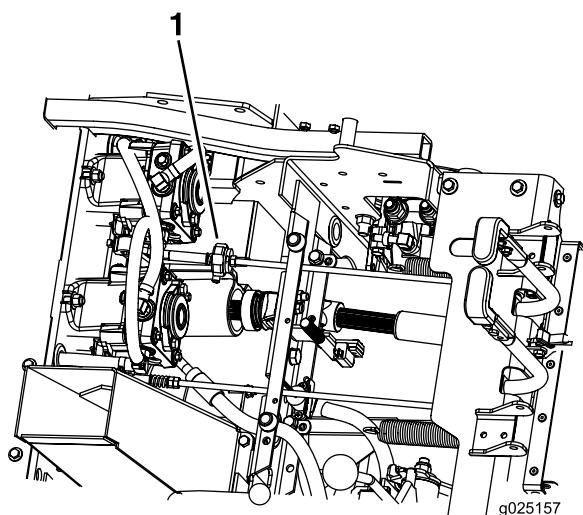

Figure 50
6. Vérifiez que la machine ne se déplace pas quand elle est au point mort et que le frein de stationnement est desserré (Figure 50).